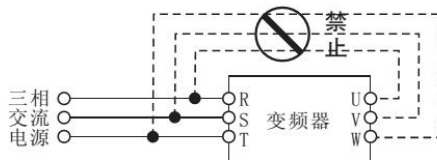

图1-2
- 严禁将交流电源接到变频器的输出端子 U、V、W 上，否则将会造成变频器的损坏，如图 1-2 所示。